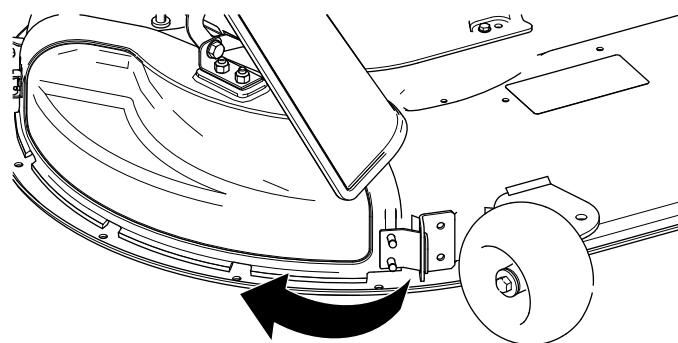

Figura 14
4. Gire la tapa de descarga hacia atrás y hacia la carcasa, hasta que la tapa de descarga está alineada con la carcasa de corte (**Figura 14**).